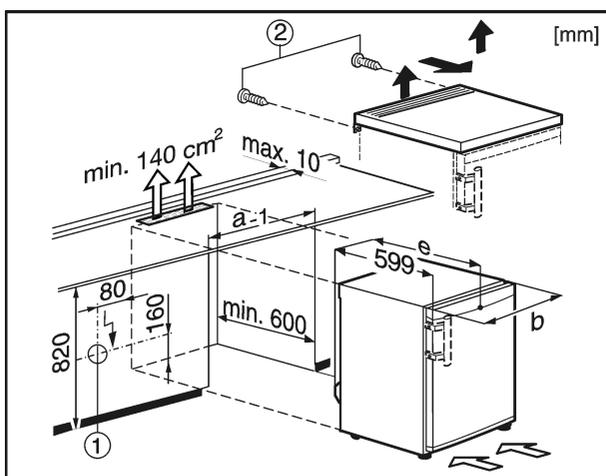

Fig. 7
Die Steckdose Fig. 7 (1) muss dabei außerhalb der Geräte-rückseite liegen und leicht zugänglich sein.
- ▶ Schrauben Fig. 7 (2) an der Rückseite entfernen.